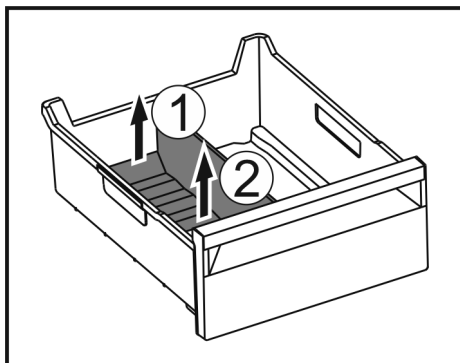

Fig. 178
- Podnieść tylną część separatora do szuflady na lód. Fig. 178 (1)
- Separator do szuflady na lód podnieść do góry. Fig. 178 (2)